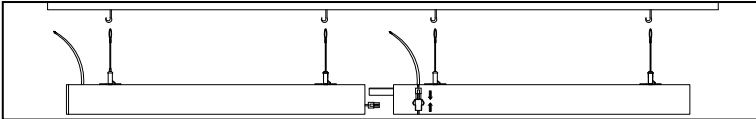

Рис. 4
- 5.13 В линии допустимо подключать не более 20 осветительных приборов. При необходимости использовать более длинные магистральные линии, каждый 21-й осветительный прибор должен иметь дополнительное питание (версия PTW1) (рис. 4).